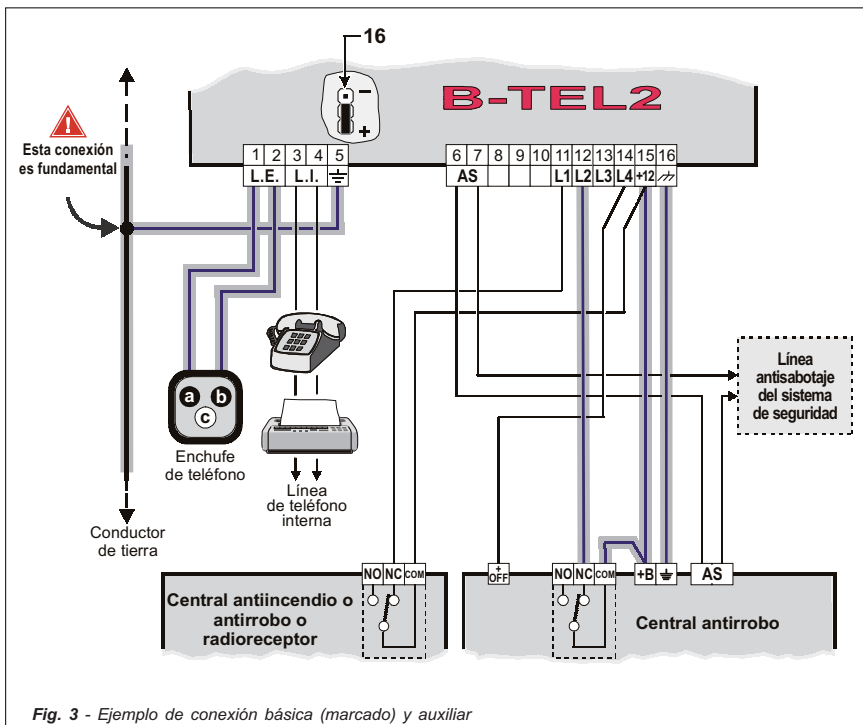

Fig. 3 - Ejemplo de conexión básica (marcado) y auxiliar
Las conexiones básicas son aquellas indispensables para el funcionamiento del avisador y se muestran con las líneas marcadas en la Fig. 3. En este ejemplo de conexión, la línea de alarma L1 está conectada al contacto normalmente cerrado (NC) de la central antirrobo y recibe, en condiciones normales, el positivo de alimentación.
Las conexiones auxiliares no son indispensables para el funcionamiento del avisador, pero permiten aprovechar al máximo la versatilidad de este dispositivo. Todas estas conexiones se encuentran en la Fig. 3 y se describen en los párrafos siguientes.
Antisabotaje - La conexión de los bornes antisabotaje permiten detectar posibles intentos de forzamiento del contenedor del avisador. En el Fig. 3 estos bornes están conectados en serie a la línea de antisabotaje del sistema de seguridad.